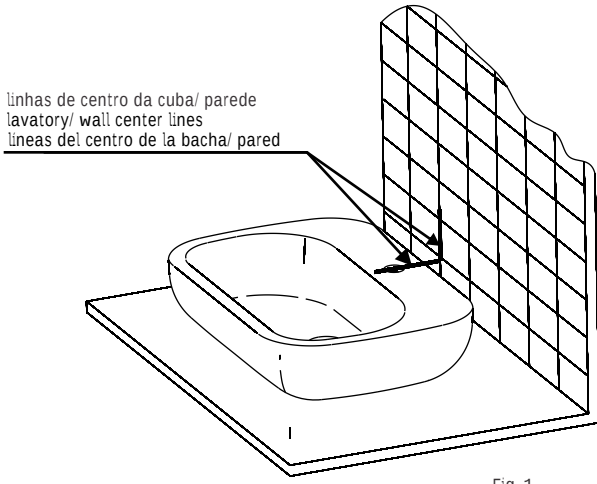

Fig. 1
- 1 colocar a cuba sobre o tampo e traçar uma linha conforme fig.1, retirar a cuba e prolongar esta linha até o tampo.
Place the lavatory over the countertop and draw a line according to fig.1. Remove the lavatory and extend this line up to the countertop.